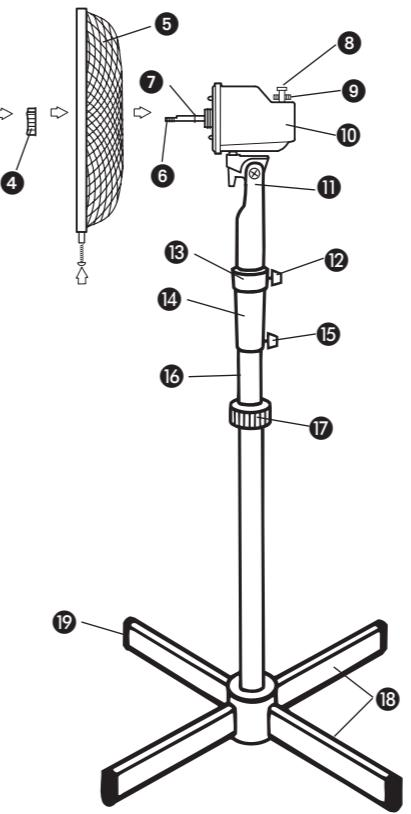

FIG. 2
7. Insert the blade onto the motor shaft, matching the slot on the back of the blade with the shaft pin (Fig. 2). Secure blade with blade cap, turning counterclockwise to tighten.
- PRECAUCIÓN: Nunca retire la perilla para fijar, la cual sostiene en su lugar el tubo que sirve de tope (ver Fig. 2).**
7. Coloque la aspa en el eje de la caja del motor, concordando la ranura de la parte de atrás de la aspa con la clavija del eje (Fig. 2). Asegure la aspa con la tapa, dándole vuelta hacia la izquierda para ajustarla.
### ATTENTION : Ne jamais enlever le bouton de fixation qui maintient l'obturateur en place (voir Fig. 2)
7. Placer l'ensemble pales sur l'arbre del motor, alignant la rainure au dos de l'ensemble pales avec le pignon de l'arbre (Fig. 2). Attacher les pales avec le capuchon des pales et serrer en tournant dans le sens contraire des aiguilles d'une montre.